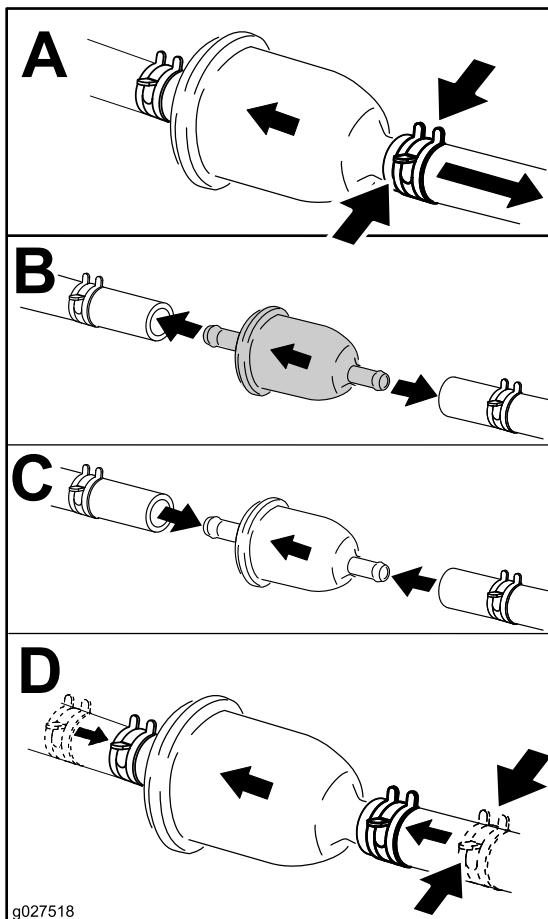

Figura 46
4. Cambie el filtro de combustible según se muestra en Figura 46.